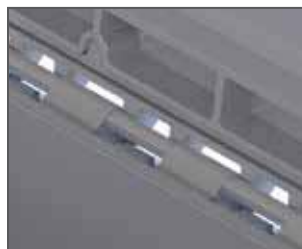
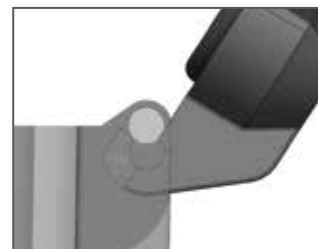

Fig. 2
Fig. 3
1. Immobiliser la boîte sur une surface plate stable. Aligner les charnons de la charnière sur le couvercle avec les tiges de charnière sur la boîte (fig. 2 et fig. 3).